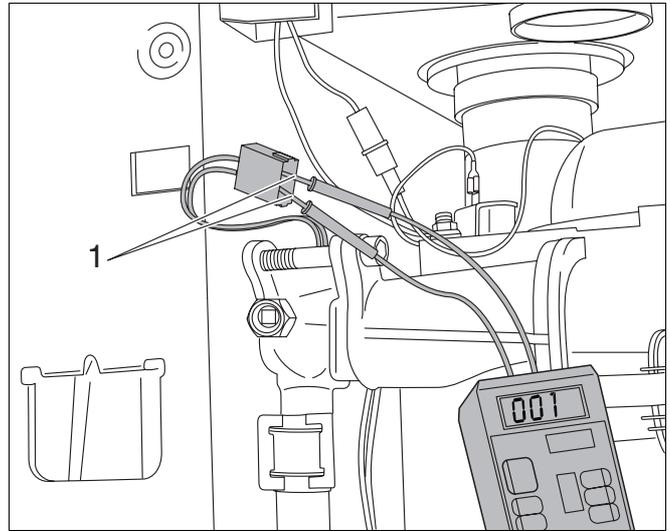

Fig. 64 Logamax plus GB122-11/19/24/24K:
- Misurare la resistenza del sensore (fig. 64, pos. 1).